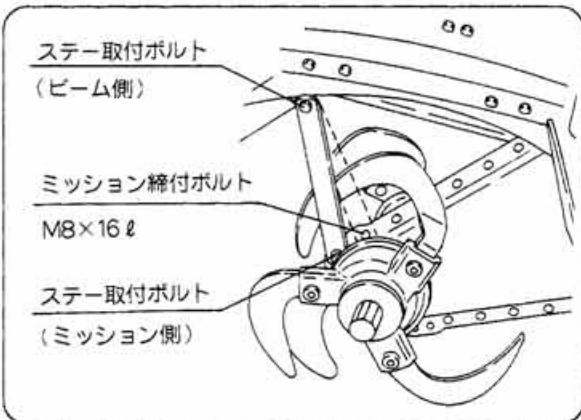

図58
- ② ステー取付ボルト(ビーム側)をゆるめてください。(図58)
- ③ ステー取付ボルト(ミッション側)のボルトを取外してください。(図58)
- ④ ミッション締付ボルト(M8×16ℓ)を外してください。(図58)